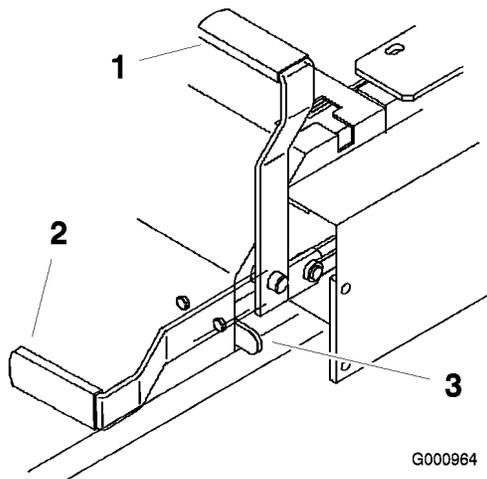

Figure 12
2. Tirez le frein de stationnement vers le haut et l'arrière pour le serrer (Figure 12). Une fois
Poussez le levier du frein de stationnement vers l'avant et vers le bas (Figure 12) pour le desserrer. Le frein de stationnement est desserré et le levier est en appui contre la butée du frein.